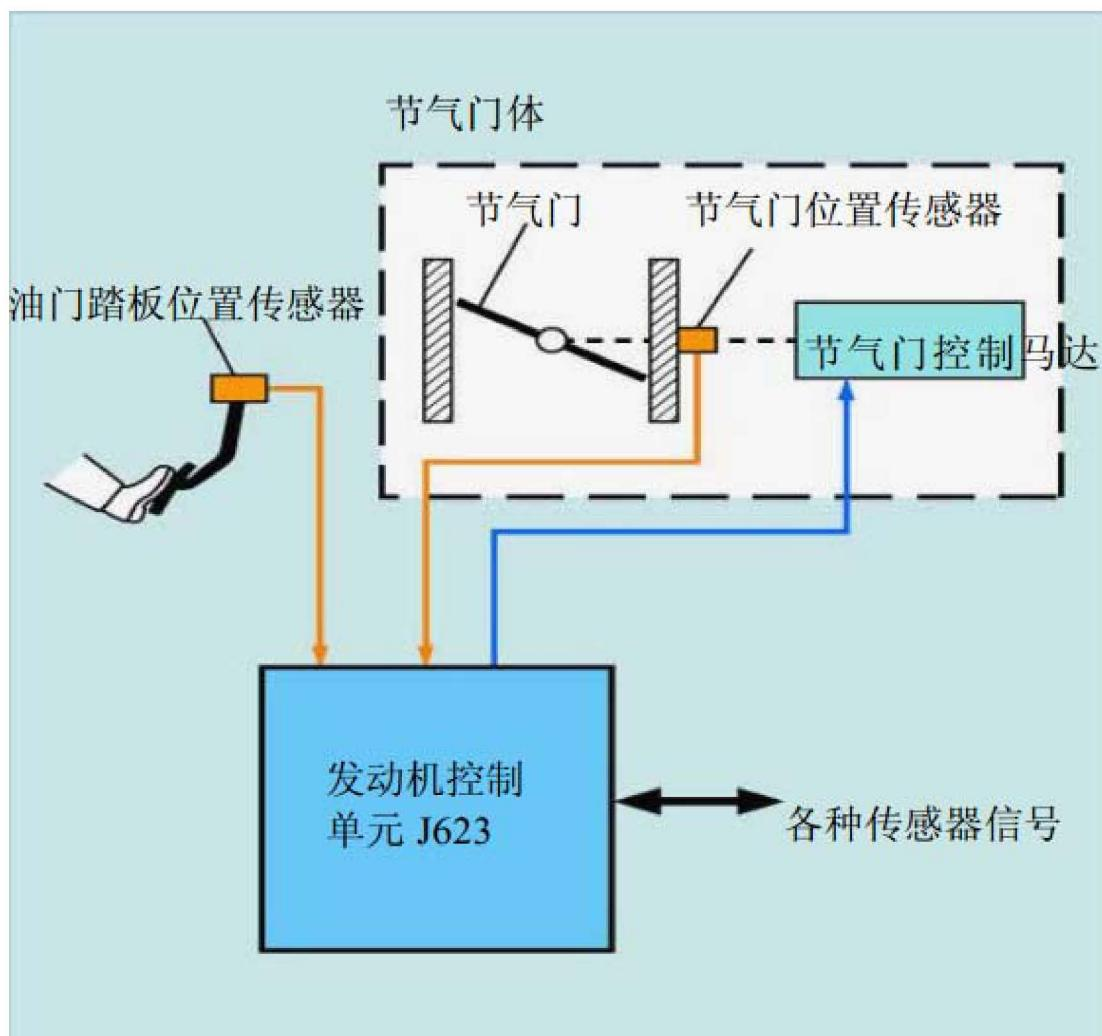

图 4 节气门控制原理图
- 3). 诊断提示，数值 2 显示怠速时发动机负荷为 14%，正常值应为 18%- 19%，由于节气门开度低于怠速时节气门开度值，因此 ECU 会将车辆控制为跛行状态，原理结构图如图 4：